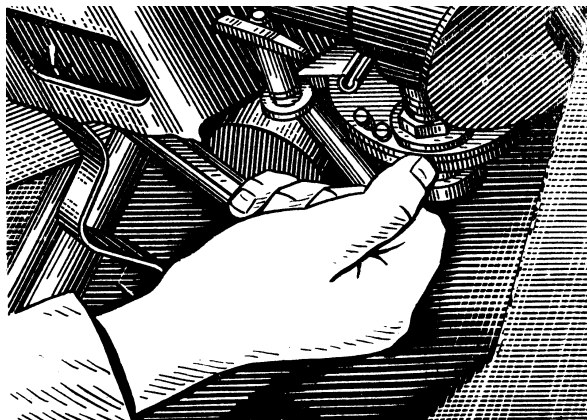

Рис. 34. Виведення рукоятки перезарядження гармати 2А42 зі зачеплення з затильником
- встановлює затворну раму гармати 2А42 на шептало, для чого піднімає спарену установку вгору кут на підвищення 35°, відкриває кришку-вантаж виводить рукоятку перезарядження із зачеплення з затильником (рис. 34), прокачуючи рукоятку відводить затворну раму до упору назад і встановлює запобіжник у положення «ПР»;